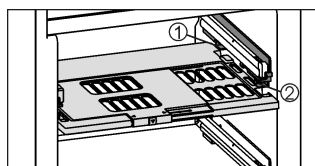

Fig. 5
- Vochtreguleringsplaat terugplaatsen: dekselranden van de plaat van onder in de achterste houder *Fig. 5 (1)* plaatsen en aan de voorkant in de houder *Fig. 5 (2)* vastklikken.